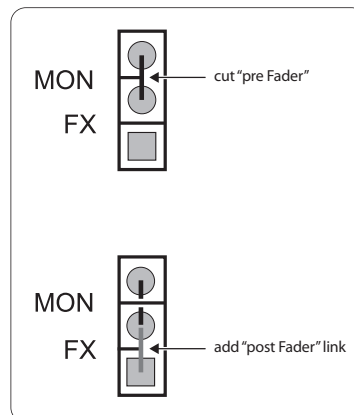

Abb. 5.1: Modifikation MON/FX „pre-Fader“ &gt; „post-Fader“
2. Sie finden die betreffenden Stellen auf der Platine, die senkrecht an der Frontseite angebracht ist. Beachten Sie hierzu die Abb. 5.1.